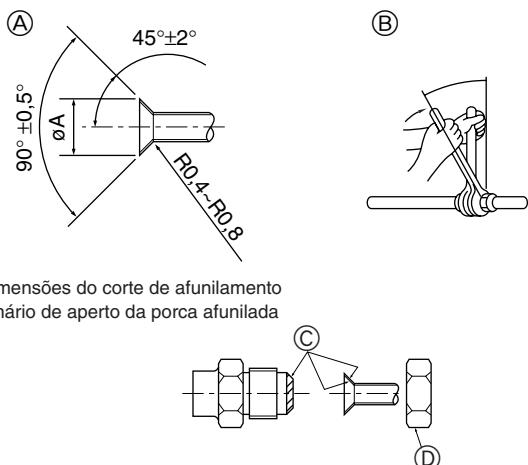

Fig. 5-4
Ⓐ (Fig. 5-4)
Ⓑ (Fig. 5-4)
- ① Ligue uma válvula do colector do manómetro (manómetro incluído) à porta de manutenção junto à válvula de retenção de gás da unidade exterior, de forma a que se possa medir a pressão do refrigerante.
- ② Ligue a alimentação (disjuntor).
- ③ Feche a válvula de retenção de líquido e, de seguida, efectue um teste de funcionamento da função de refrigeração (SW4-1: ON e SW4-2: OFF).
- ④ Feche totalmente a válvula de retenção de gás quando o valor da pressão no manómetro descer para 0,05 - 0,00 MPa* (cerca de 0,5 - 0,0 kgf/cm²).
- ⑤ Interrumpa o funcionamento do ar condicionado (SW4-1: OFF e SW4-2: OFF).
- ⑥ Desligue a alimentação (disjuntor).
5.5. Tubos de ligação (Fig. 5-4)